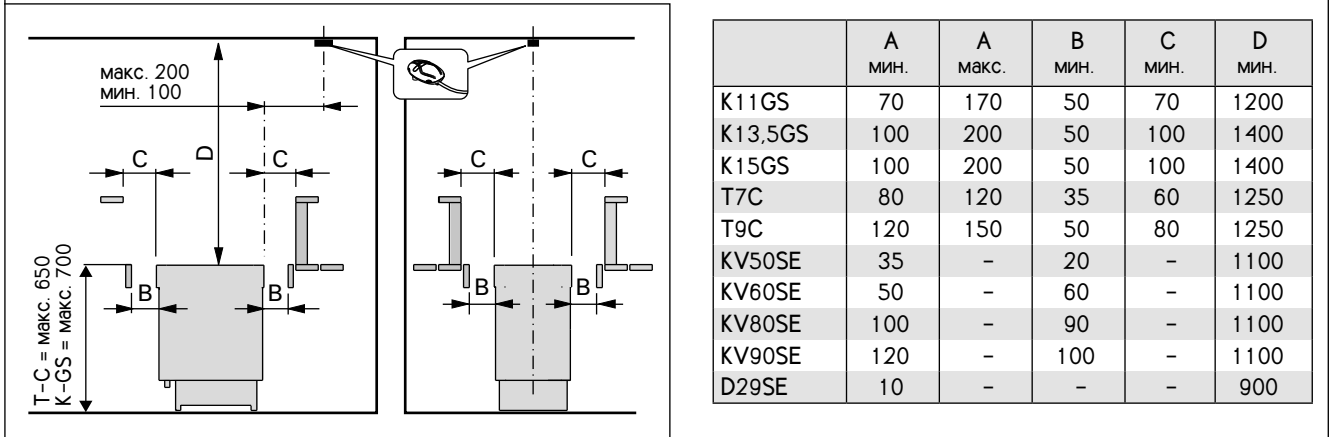
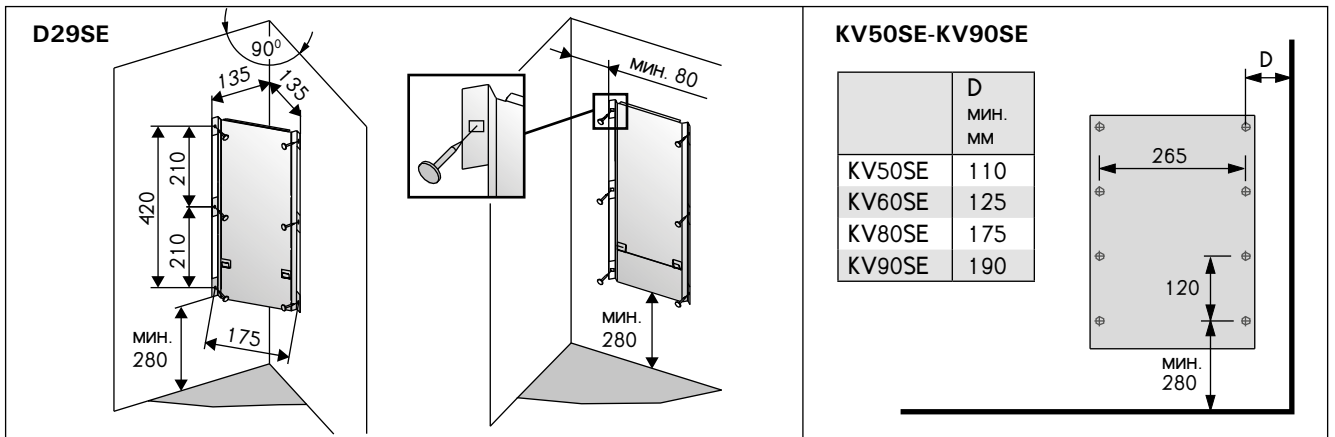

Рисунок 5. Расстояния безопасности (все размеры приведены в миллиметрах)
Рисунок 6. Установка крепящей рамы (все размеры приведены в миллиметрах)
- При расположении каменки выполняются условия минимальных расстояний, изображенных на рис. 5 и указанных в таблице 2.
1. Прикрепите установочный кронштейн к стене винтами, входящими в комплект поставки кронштейна. Соблюдайте безопасные минимальные расстояния, указанные на рисунке 5. Установочные размеры кронштейна показаны на рис. 6.
1. С помощью прилагаемых шурупов прикрепите к стене монтажную раму, соблюдая минимальные расстояния, указанные в таблице 2 и на рис. 5. Установка рамы изображена на рис. 6.
Перед установкой необходимо принять во внимание минимальные расстояния до легковозгораемых материалов. См. табл. 2 и рис. 5.
При установке защитного ограждения вокруг каменки следует соблюдать расстояния, указанные на рис. 5 и таблице 2.